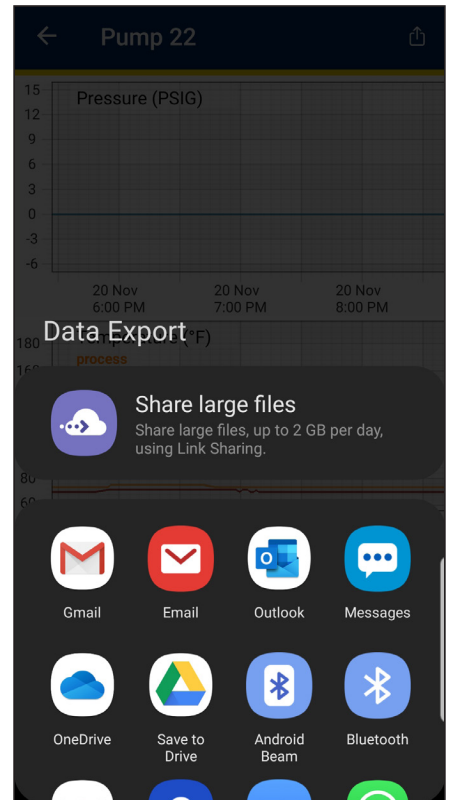

Abbildung 23
4. Wählen Sie die bevorzugte Exportmethode für die gemessenen Daten aus. Sie werden von Ihrem Mobiltelefon aufgefordert, Ihre bevorzugte App auszuwählen, um den Datenexport abzuschließen (siehe Abbildung 23).